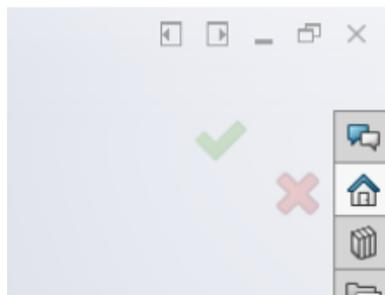
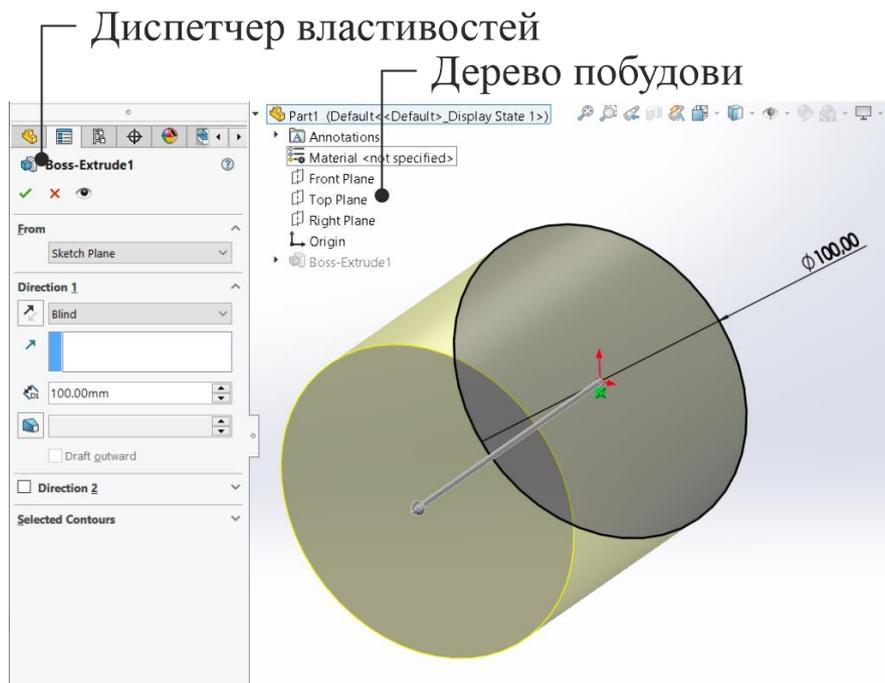

Рисунок 1.4 – Кут для вибору у графічній області
Рисунок 1.5 – Визначення параметрів елемента **Boss-Extrude**
7. Натиснути значок **Exit Sketch** (Вихід з ескізу) у вікні **Кут** для вибору (рис. 1.4), щоб завершити ескіз, при цьому система автоматично запропонує вибір параметрів створюваного елемента **Boss-Extrude** (Витягнути) у вікні **PropertyManager** (Менеджера властивостей) ліворуч екрана, а також у графічній області буде відображатися попередній вигляд створюваного тривимірного елемента (рис. 1.5).
8. У розділі **Direction 1** (Напрямок 1) вікна **Property Manager** установити параметр **Depth** (Глибина) рівним 100 мм (рис. 1.5).